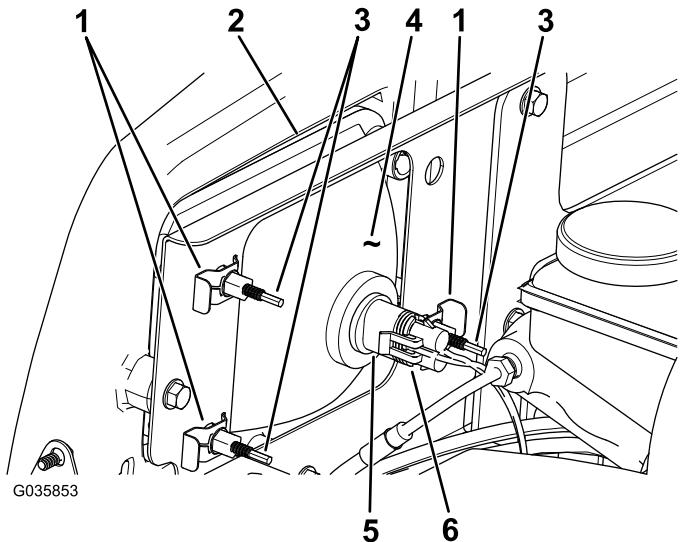

Bild 43
3. Schließen Sie den elektrischen Anschluss für den Kabelbaum vom Lampenanschluss ab (Bild 43).
4. Entfernen Sie die Schellen, mit denen der Scheinwerfer an der Scheinwerferhalterung befestigt ist (**Bild 43**).
5. Schieben Sie den Scheinwerfer nach vorne durch die Öffnung in der vorderen Stoßstange und entfernen Sie ihn (**Bild 43**).
6. Setzen Sie den neuen Scheinwerfer durch die Öffnung in der Stoßstange ein (**Bild 43**).
8. Schließen Sie den elektrischen Anschluss für den Kabelbaum am Lampenanschluss an (**Bild 43**).
2. Drehen Sie die Einstellschrauben an der Rückseite des Scheinwerfers (**Bild 43**), um den Scheinwerfer zu drehen und den Scheinwerferstrahl einzustellen.